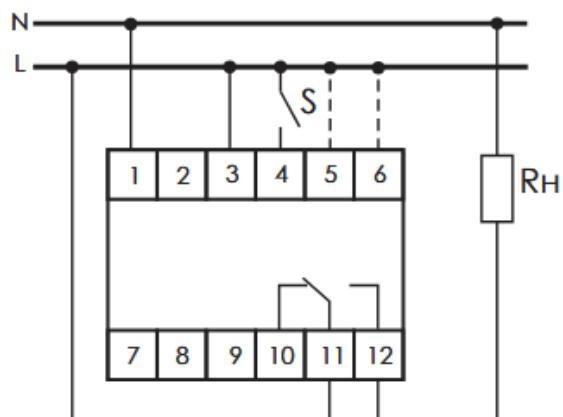

Рисунок 1. Принципиальная схема подключения реле RV-01
Принципиальная схема реле RV-01 приведена на рис. 1.
1. Соберите схему, приведенную на рис. 1. Вместо сопротивления нагрузки R_n подсоедините лампу накаливания.